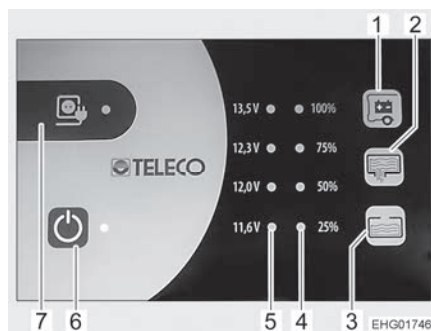

Fig. 154 Panel (TP 310)
El LED amarillo en el símbolo de conexión a la red "⚡" (Fig. 154,7) estará iluminado mientras que el vehículo esté conectado a una alimentación de red externa. Entonces, el LED también estará iluminado al estar el panel desconectado.
- Por razones de seguridad, no es posible activar el interruptor principal de 12 V (Fig. 154,6) con el motor del vehículo en marcha, para evitar que se pueda manipular el panel durante la marcha.
El interruptor principal de 12 V (Fig. 154,6) conecta y desconecta el panel y la alimentación de 12 V del habitáculo.
- Pulsar el interruptor "⏻" (Fig. 154,6): La alimentación de 12 V del habitáculo está conectada. El LED está iluminado de color verde.
- Volver a pulsar el interruptor "⏻" (Fig. 154,6): La alimentación de 12 V del habitáculo está desconectada. El LED se apaga.
La serie de LED (Fig. 154,5) indicará la tensión de batería de la batería del habitáculo del modo siguiente:
- Pulsar la tecla "🔌" (Fig. 154,1): Indica la tensión de la batería del habitáculo.
La serie de LED (Fig. 154,4) indicará el nivel de llenado del depósito de agua potable o del depósito de aguas residuales.
Pulsar la tecla "☰" (Fig. 154,2): Los LED iluminados indicarán el nivel de llenado del depósito de agua potable.
Pulsar la tecla "☷" (Fig. 154,3): Los LED iluminados indicarán el nivel de llenado del depósito de aguas residuales.